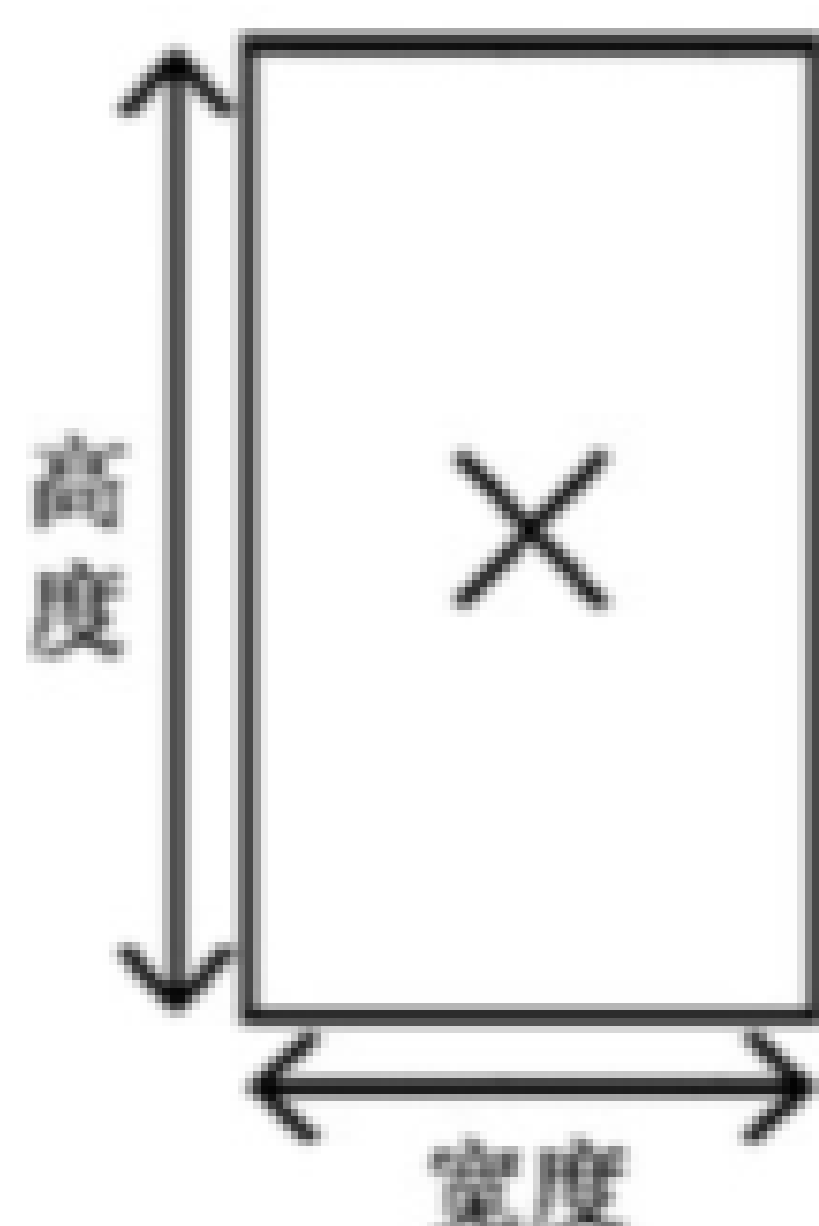

图 74 矩形
- b) id rectangle width height: 每个矩形由宽度和长度定义, 定义应出现在一行上, 参考点位于矩形的中心, 图 74 将参考点标记为 X。